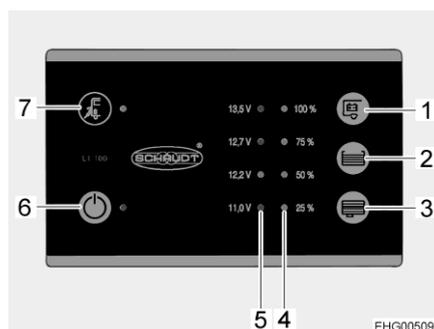

Fig. 96 Pannello di controllo (LT 100)
Il LED giallo accanto al simbolo del collegamento a rete "⚡" (Fig. 96,7) si accende, quando il veicolo è collegato a un'alimentazione di rete esterna. Il LED si accende anche se il pannello di controllo è spento.
L'interruttore principale a 12 V (Fig. 96,6) inserisce o disinserisce il pannello di controllo e l'alimentazione a 12 V dell'abitacolo.
- Premere l'interruttore "⏻" (Fig. 96,6): L'alimentazione a 12 V dell'abitacolo è inserita. Il LED diventa verde.
- Premere di nuovo l'interruttore "⏻" (Fig. 96,6): L'alimentazione a 12 V dell'abitacolo è disinserita. Il LED si spegne.
La scala LED (Fig. 96,5) indica la tensione della batteria dell'abitacolo nel modo seguente:
- Premere il tasto "E" (Fig. 96,1): Viene indicata la tensione della batteria dell'abitacolo.
La scala LED (Fig. 96,4) indica il livello del serbatoio dell'acqua potabile o del serbatoio delle acque grigie.
Premere il tasto "☰" (Fig. 96,2): Il livello di riempimento del serbatoio dell'acqua potabile è indicato dai LED accesi.
Premere il tasto "☰" (Fig. 96,3): Il livello di riempimento del serbatoio delle acque grigie è indicato dai LED accesi.